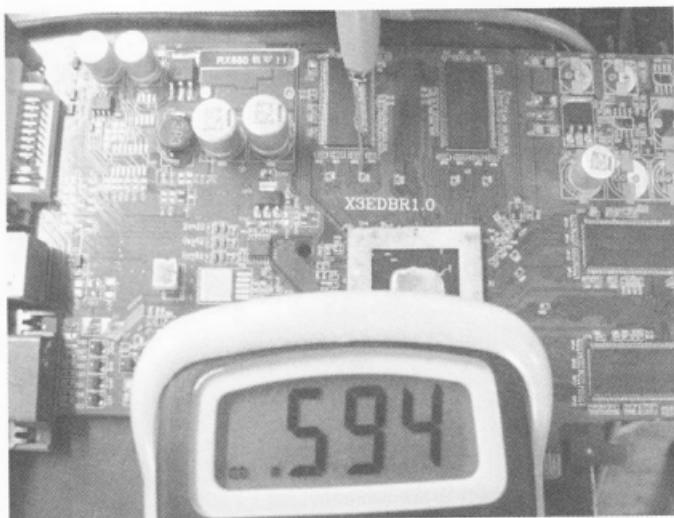

图 5-91 值偏大
(8) 右边电阻靠近显存端值为 594, 值偏大, 如图 5-91 所示。